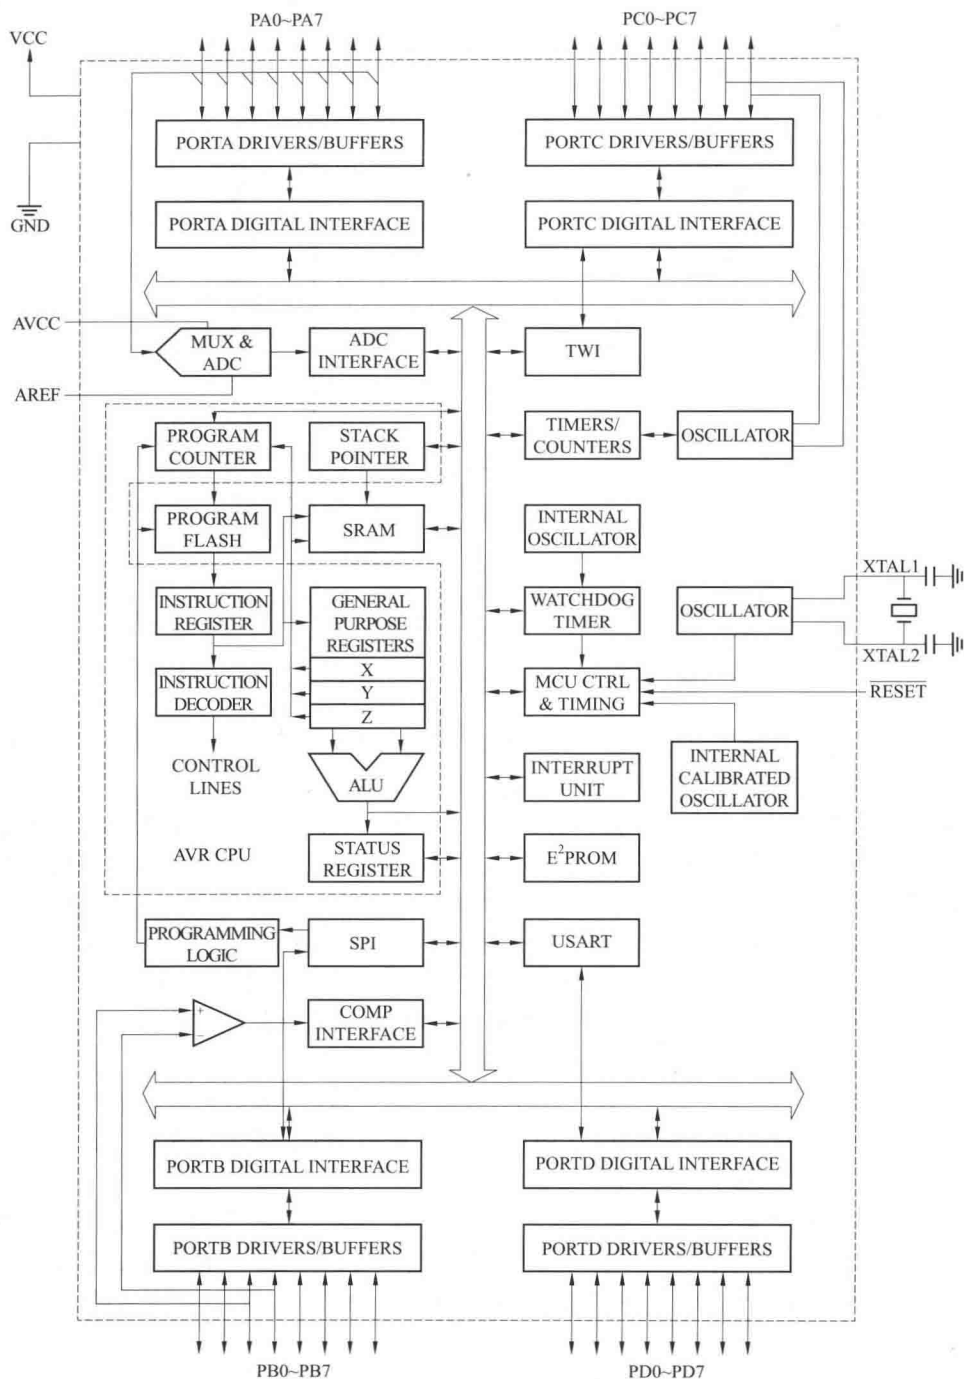

图 1-2 单片机内部结构图
(1) 内部结构框图。Atmega16 单片机结构中包含运算器、控制器、片内存储器、4 个 I/O 口、定时器/计数器、中断系统、振荡器等功能部件,如图 1-2 所示。
(2) 单片机微处理器。单片机微处理器又称 CPU,是计算机的运算控制中心,由运算器和控制器及中断控制电路等几部分组成。CPU 字长有 4 位、8 位、16 位和 32 位之分,字长越长运算速度越快,数据处理能力也越强。8051 单片机的 CPU 字长为 8 位。